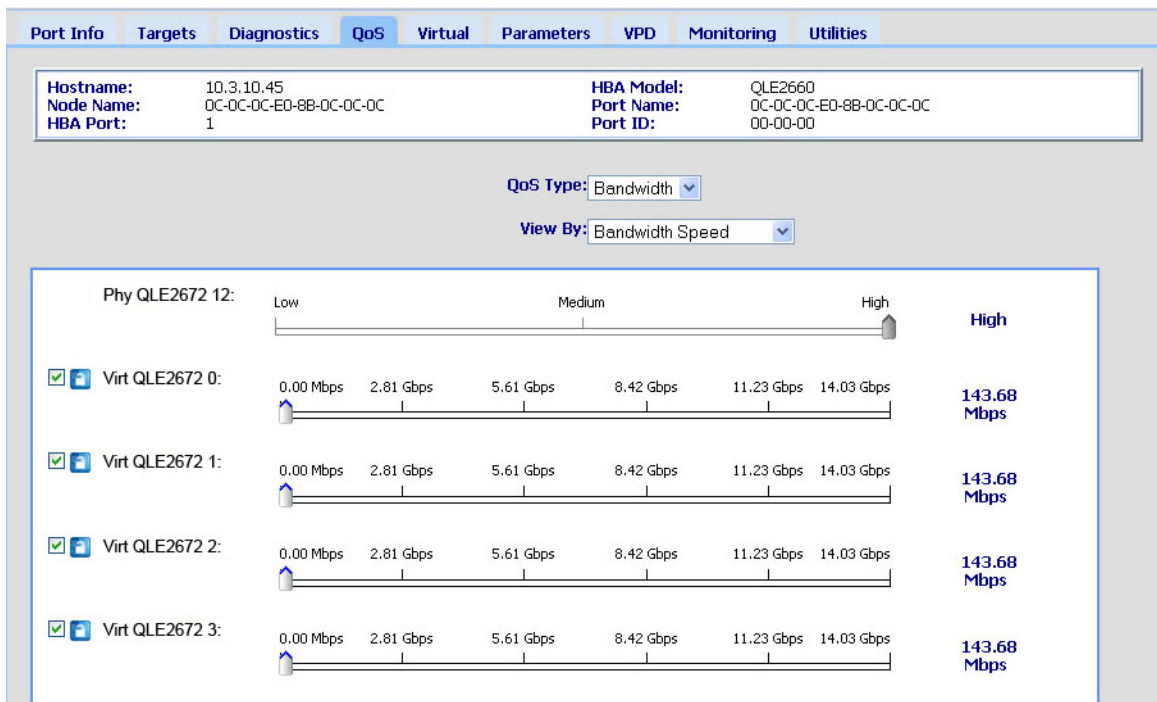

Figura 3-9. Configuração da qualidade de serviço (QoS) pela velocidade da largura de banda
- Mova o controle deslizante para selecionar a velocidade da largura de banda, conforme mostrado na Figura 3-9.